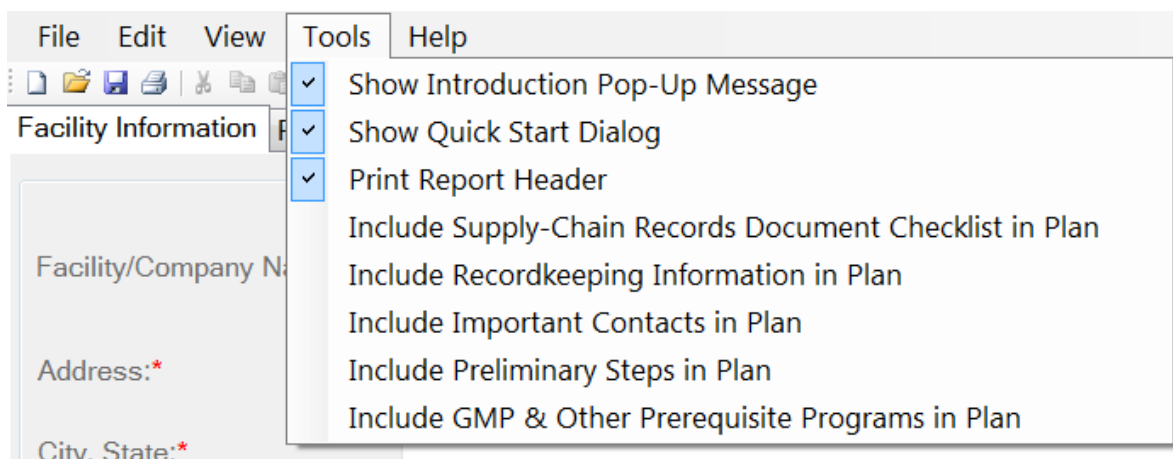

図12: ツールメニュー(初期画面)
- Tree View Navigationツリービューナビゲーション:** 左のパネル(図12)は、あらかじめ入力されている質問のリストで、ヘッダとサブヘッダで構成されるツリービューになっている。ミドルパネルの下部にある“Next(次へ)”あるいは“Back”(戻る)ボタンをクリックするか、ツリービューの必要な質問をクリックして、順に質問に答えて行く。(注: 質問に正しい順番で答えられるよう、“Next”(次へ)ボタンで操作すること。) 緑の矢印は現在の質問を示し、黒の矢印はその質問への回答が入力済みであることを示している。